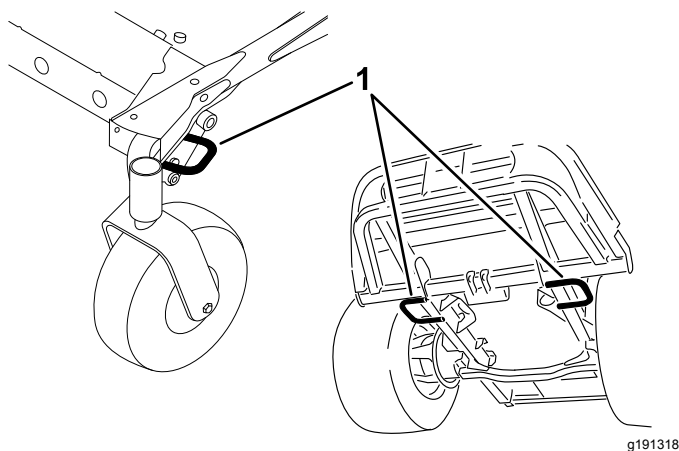

Figura 26
5. Utilizzate gli anelli di ancoraggio sulla macchina per fissarla saldamente al rimorchio o all'autocarro per mezzo di cinghie, catene, cavi o corde (Figura 26).